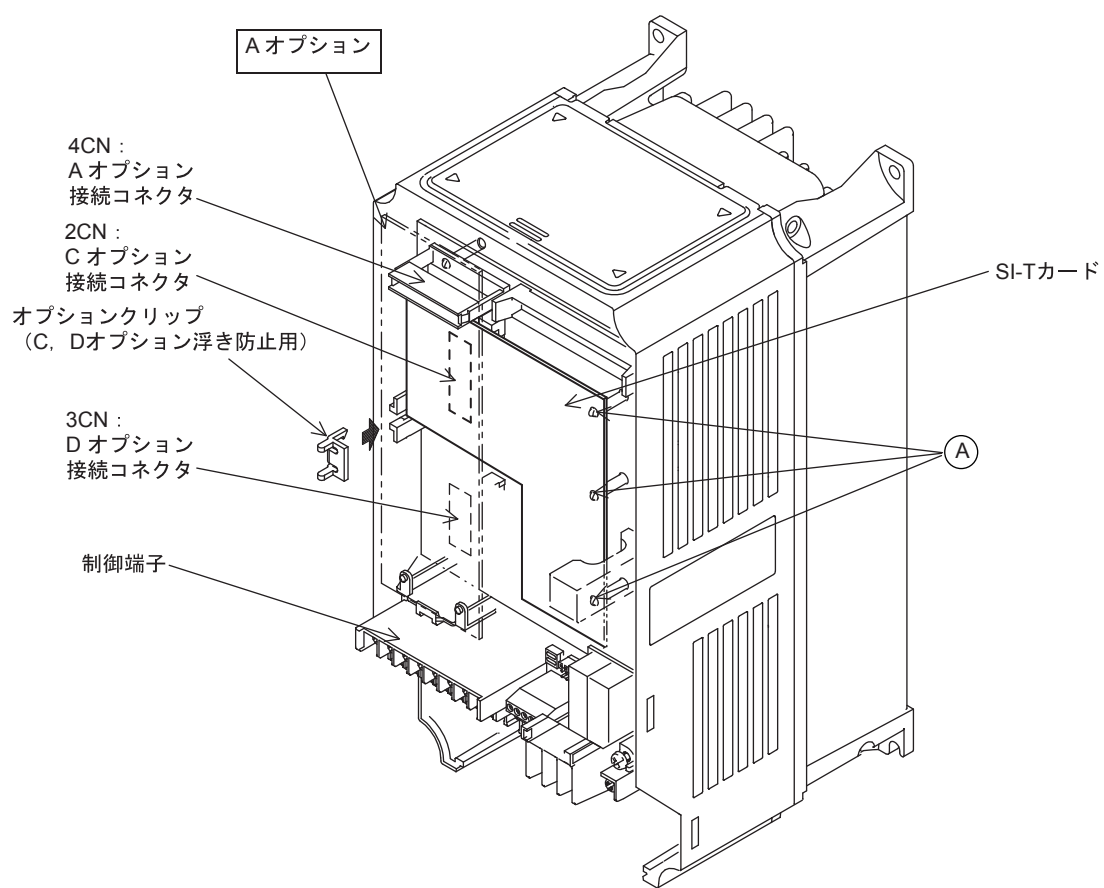

図 1 SI-T カードの取り付け
4. インバータの制御基板上の C オプションコネクタ 2CN（60 ピン）に、本オプションカードを装着してください。このとき制御基板上にあるオプションカード用スペーサに、オプションカードのスペーサ取り付け穴（3 箇所）をカチッと音がするまで差し込み、しっかりと固定してください（図 1 の A）。